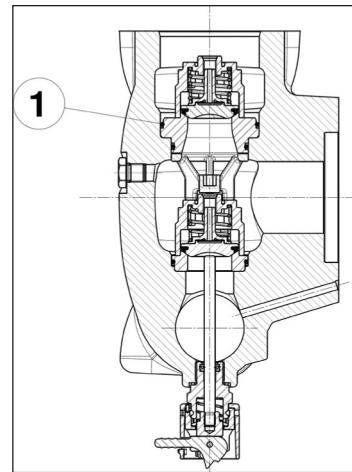

Fig. 111
**Preste atenção especial na inserção do anel O-ring indicada na pos. ①, Fig. 111.